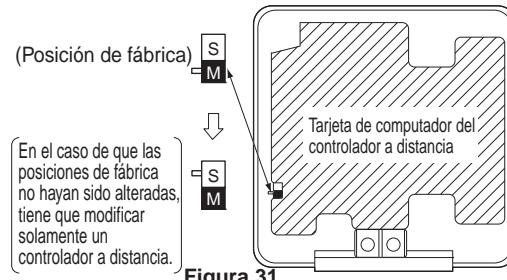

Figura 31
- (2) Mueva el interruptor del CAMBIO DE PRINCIPAL/AUXILIAR en uno de los dos tableros de computador de los controladores a distancia hacia la posición "S" ("Auxiliar", por su inicial en Inglés "SUB"). (Deje el interruptor del otro controlador a distancia en la posición "M" ("Principal", por su inicial en Inglés "MAIN")). (Vea la Figura 31)